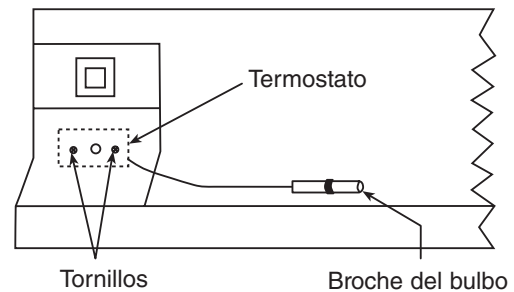

Figura 1
2. Monte el termostato a la cubierta de la caja de empalme utilizando 2 tornillos (provistos). Disponga el termostato de manera que el bulbo esté orientado hacia el fondo de la caja (Vea la Figura 1).